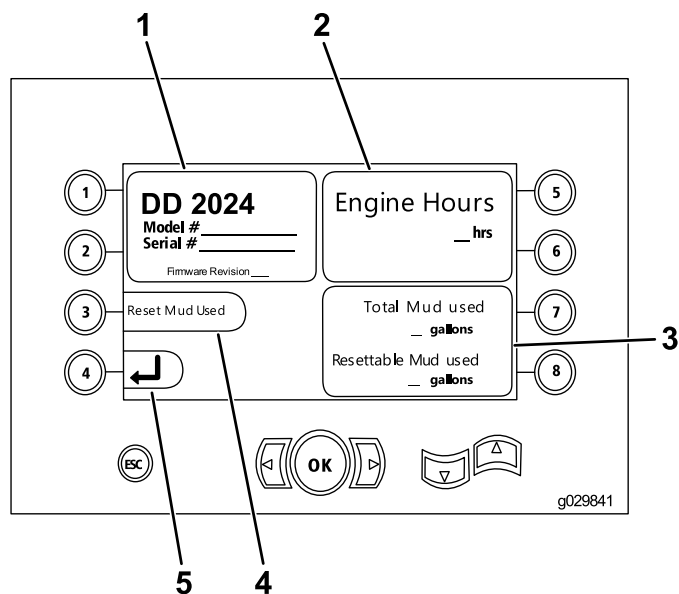

Figure 9
- Le modèle et le numéro de série de la machine (Figure 9).
- Le nombre d'heures de fonctionnement du moteur (Figure 9).
- Le nombre de gallons de fluide de forage utilisés et le nombre réinitialisable de gallons de fluide de forage (boue) utilisés (Figure 9).
Remarque: Appuyez sur le bouton 3 pour réinitialiser le nombre de gallons de fluide de forage (boue) utilisés depuis la dernière réinitialisation (Figure 9).